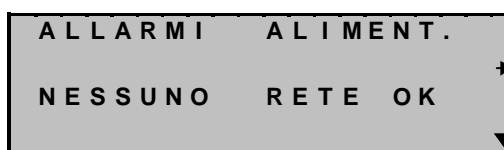

Fig. 5.5
- NESSUNO implica nessuna periferica in allarme (vedi Fig. 5.5)